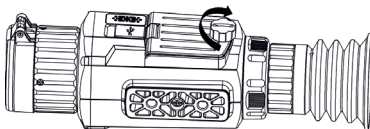

Рис. 2-4. Затягивание винта фиксации крышки
1. Установите прицел на кронштейн, как показано на рис. 2-4.